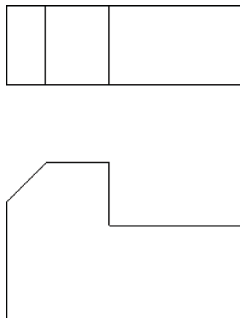

图 4-1 打开模型文件
STEP 01 单击快速访问工具栏中的“打开”按钮，打开模型文件，如图 4-1 所示。